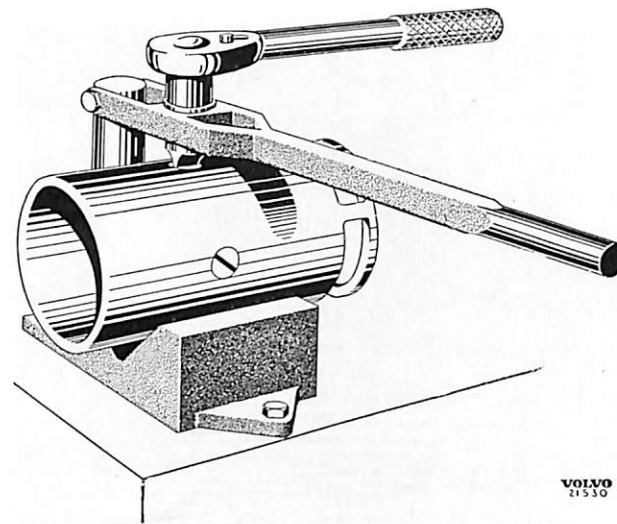

Bild 49. Demontering av fältlindning.
- Placera generatorhuset i ett V-block enligt bild 49. Tryck nedåt samtidigt som mejseln vrides. Skruvarna sitta som regel ganska hårt. Se därför till att mejseln passar väl i spåret på skruven och har erforderlig bredd.